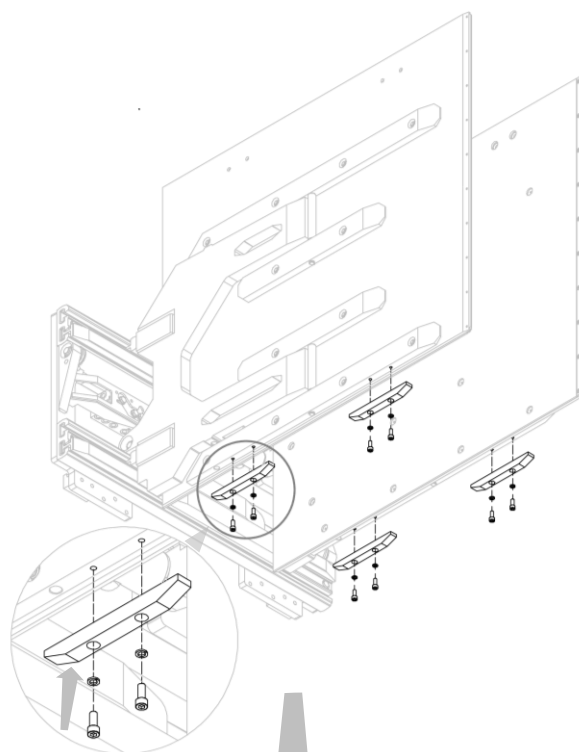

Figura 20
2. Montare i pattini inferiori Anti-Strisciamento in Ertalon avvitando le viti negli appositi fori (vedi Figura 20 e Figura 21).